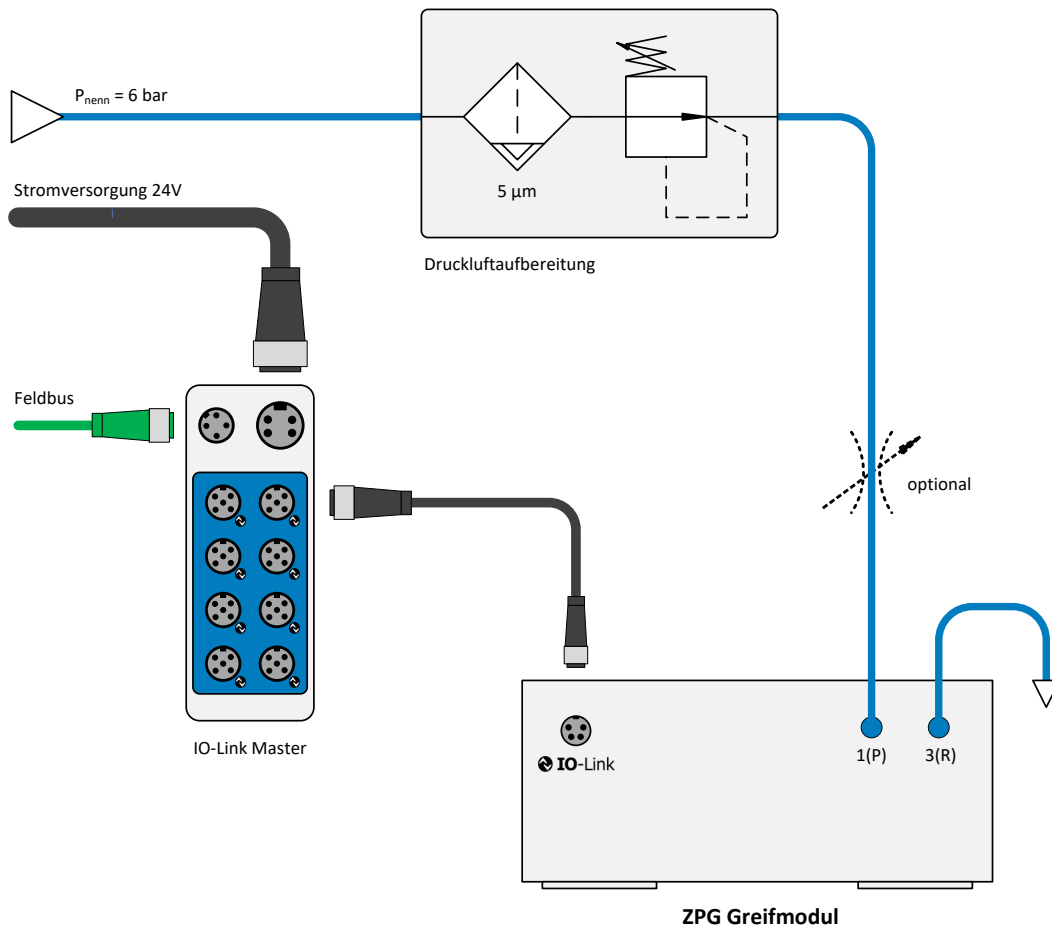

Abbildung 9: Anschluss des Greifmoduls
Das Greifmodul verfügt über eine IO-Link Steckverbindung zur Steuerung sowie über je einen Anschluss für Betriebsdruck 1 (P) und für Abluft 3 (R). Die Anschlüsse sind im Lieferzustand mit Abdeckkappen gegen Verschmutzung geschützt, die vor Montage entfernt werden müssen. Abbildung 9 zeigt die elektrische und pneumatische Kontaktierung des Greifmoduls. In der Darstellung wird ein handelsüblicher Feldkoppler zur Umsetzung zwischen Feldbus (z. B. Profinet) und IO-Link verwendet. Wenn Sie Unterstützung bei der Auswahl der IO-Link Komponenten benötigen, dann kontaktieren Sie unseren technischen Support.